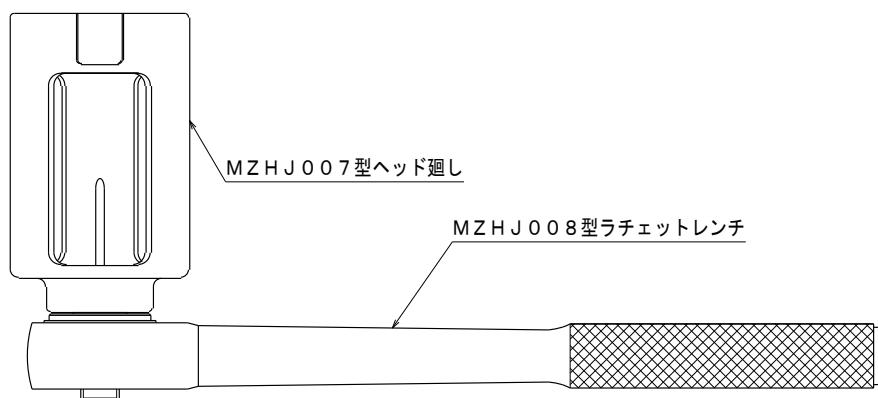

図6. スプリンクラーヘッド取付図
- ④スプリンクラーヘッドを専用工具の奥まで差し込み、安定した状態で締め込んでください。
⑤過度の力でスプリンクラーヘッドを締め付けず、専用工具を使用し150Nの力を加えた時の締付け力で締め付けてください。
⑥図6に示す施工寸法を守ってください。
(6) 保護キャップの取り外し
- ①保護キャップを手で持ち、そのまま下側にまっすぐ引き下げてください。保護キャップを斜めに引き下げる場合、感熱部のヒートコレクタが変形する可能性があります。
- ②シーリングプレートまたは保護カバーを取り付けるまで保護キャップは外さないでください。また、露出型で設置する場合は、工事が完了するまで保護キャップは外さないでください。